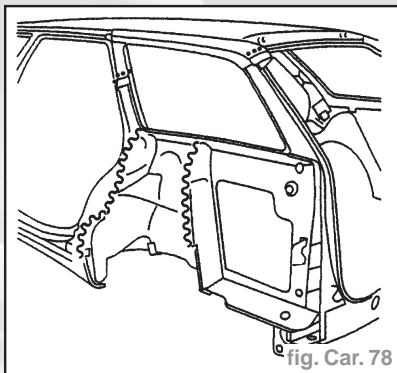

fig. Car. 78
- Appliquer une colle de calage : référence A2 (fig. Car. 78).